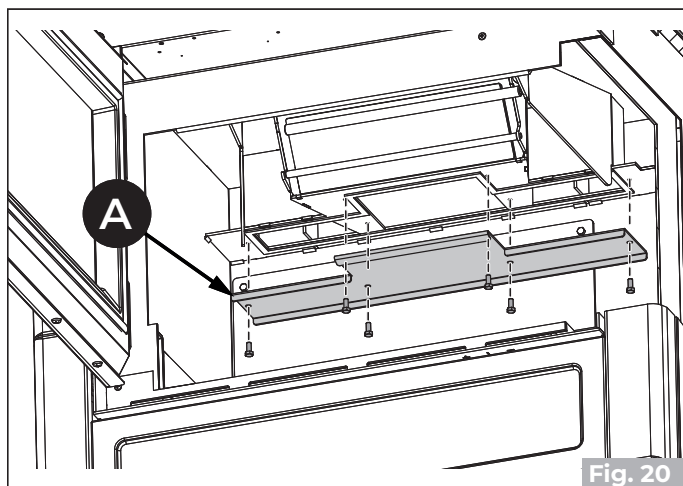

Fig. 20
Retirer le bouchon du collecteur de fumées (A) («Fig. 20»).